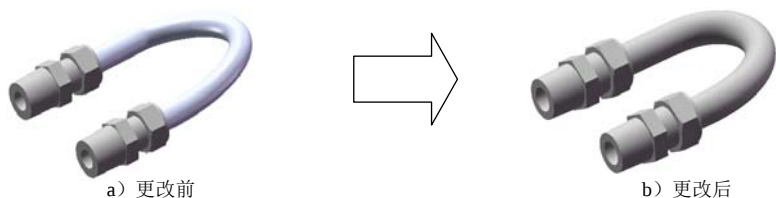

图 11.7.1 更改线路直径
通过  **更改线路直径 (D)** 命令可以更改整体的线路直径，包括管筒/管道线路直径和线路上相关配件的直径。下面以图 11.7.1 为例来说明更改线路直径的一般过程。